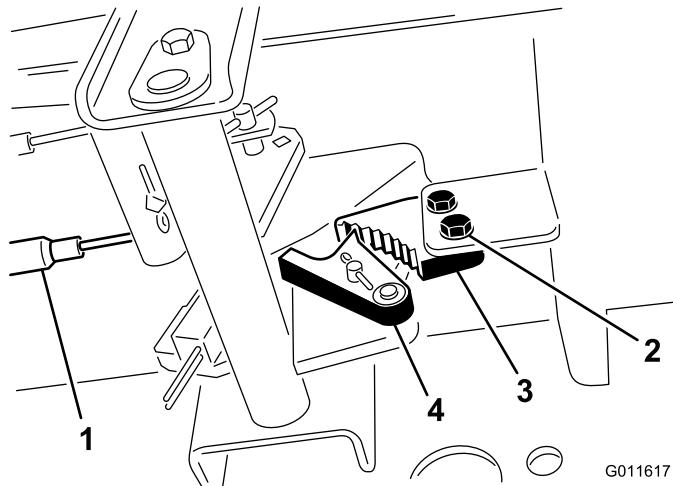

图53
1. 松开将驻车刹车闸固定到机架的 2 个螺钉（图53）。
2. 向前踩驻车刹车踏板，直到刹车卡槽完全接合刹车闸（图53）。